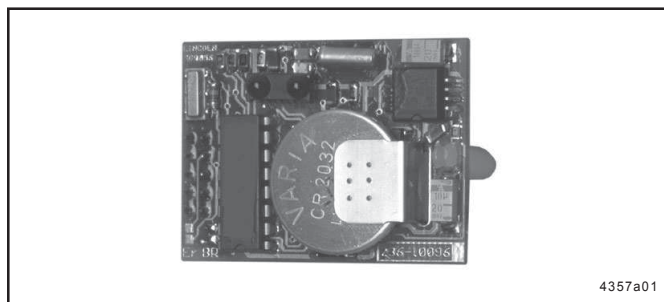

Fig. 3 - Dataloggermodul
- Styrningen är installerad i pumphuset bakom membrantangenterna, integrerat i kretskortet MDF 00 (2, fig. 3).
- Dataloggern (1) är monterad på kretskortet.